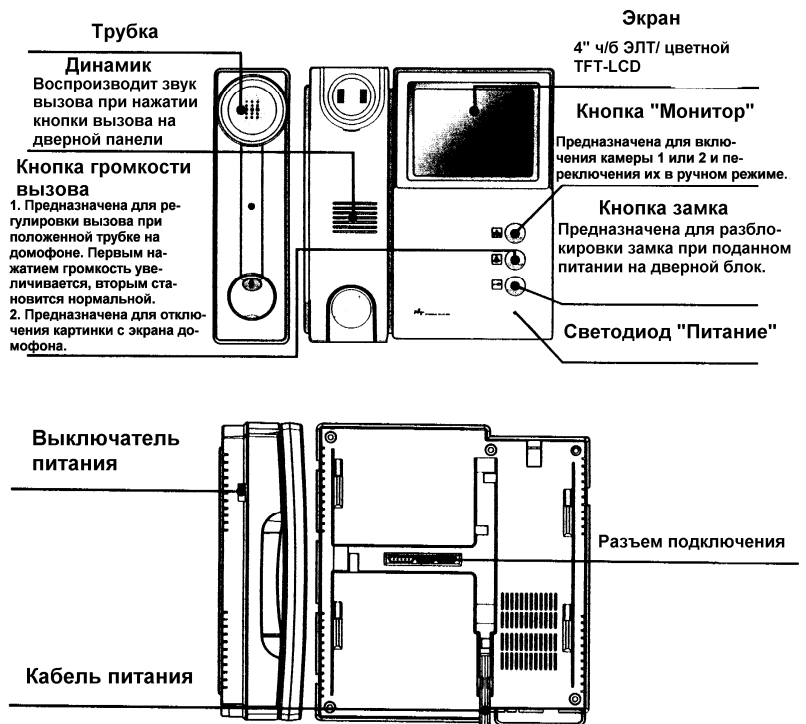

Рис. 2
**Просмотр изображения.** При нажатии на видеодомофоне кнопки "MONITOR" см. рис. 2, на экране монитора появится изображение видеобстановки перед блоком камеры. При подключении двух камер, повторное нажатие на кнопку "MONITOR", приведет к переключению на другую камеру. При снятии и возвращении трубки на рычаг отбоя видеодомофона экран монитора гаснет. Изображение можно выключить нажатием кнопки ГРОМКОСТИ ВЫЗОВА.
**Разблокировка замка.** При нажатии кнопки ЗАМКА на мониторе, когда трубка снята, см. рис. 2, в вызывном блоке сработает реле замка и разблокируется замок установленный на двери. Замок может быть электромеханического или электромагнитного типа.
- Подключите сеть переменного напряжения 220 В и включите выключатель питания рис. 2 на мониторе и убедитесь в работоспособности всей системы в целом;